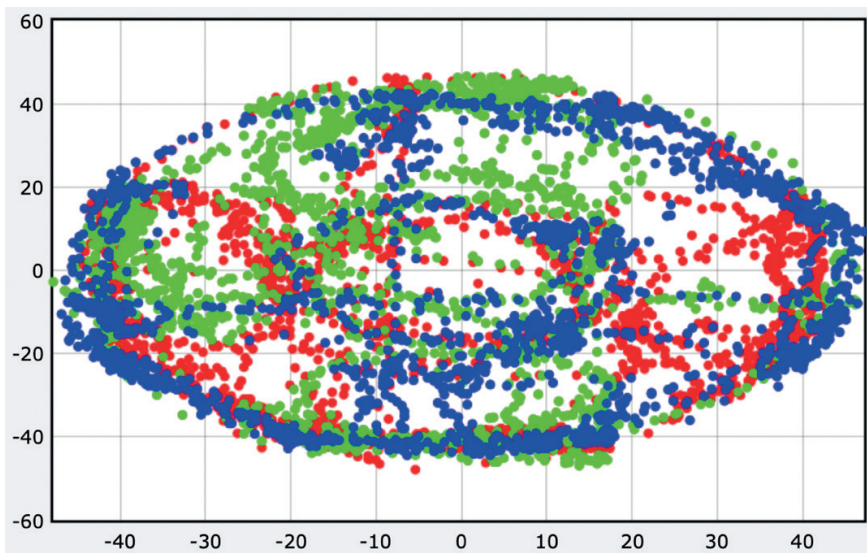

Рис. 16.14. Данные откалиброванного магнитометра
5. Загрузите файлы в память робота и повторно запустите файл `magnetometer_calibration.py`. Чтобы охватить множество точек в разных ориентациях, начните вращать робота и перемещать его по «восьмерке». После сбора данных вы увидите кластеры, которые накладываются друг на друга, как на рис. 16.14.
На рис. 16.14 показаны наложенные друг на друга кластеры. Поздравляю, вы откалибровали магнитометр!